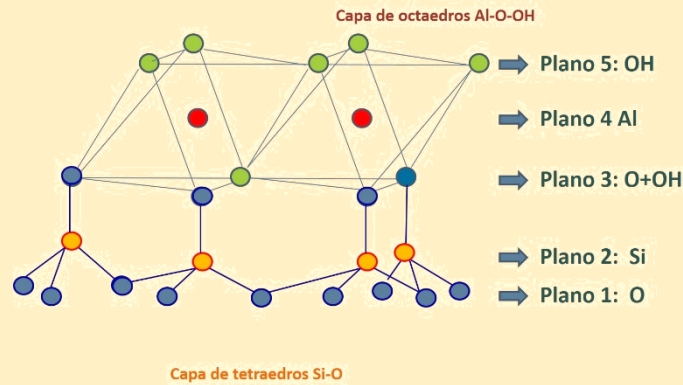

Figura 1. Estructura de la caolinita (esquema).
1. **Estructura de la caolinita.** La caolinita está formada por hojas de dos capas: una capa de tetraedros Si – O y una capa dioctaédrica, con Al en el centro de los octaedros (figura 1). Estas hojas son eléctricamente neutras y están unidas arriba y abajo con otras hojas mediante fuerzas de Van der Waals y por puentes de hidrógeno.